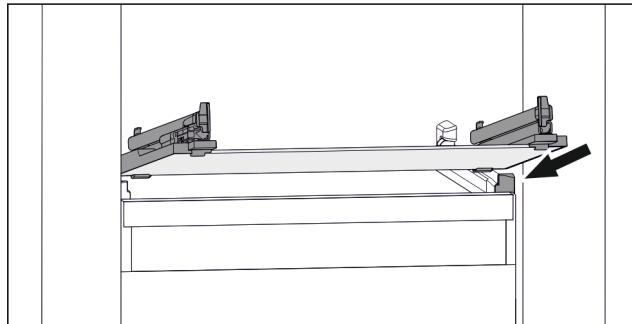

Fig. 98 Приближене відображення скляної пластини
- Встановити скляну пластину за стопорами навколо. (див. Fig. 98)